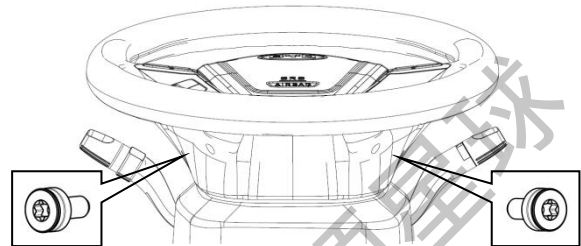

图 4-14
①对齐转向盘两侧的小圆孔，用 TX30#套筒松开两个内六花螺钉。如图 4-14 所示。